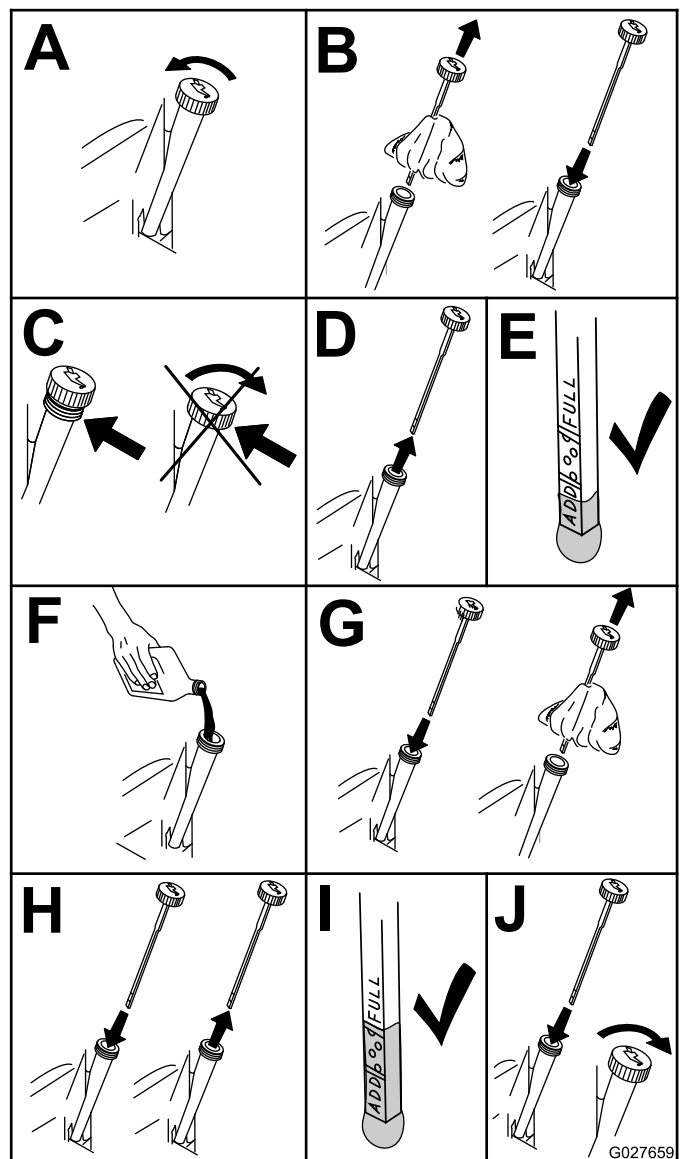

Figura 39
4. Compruebe el nivel de aceite del motor (Figura 39).